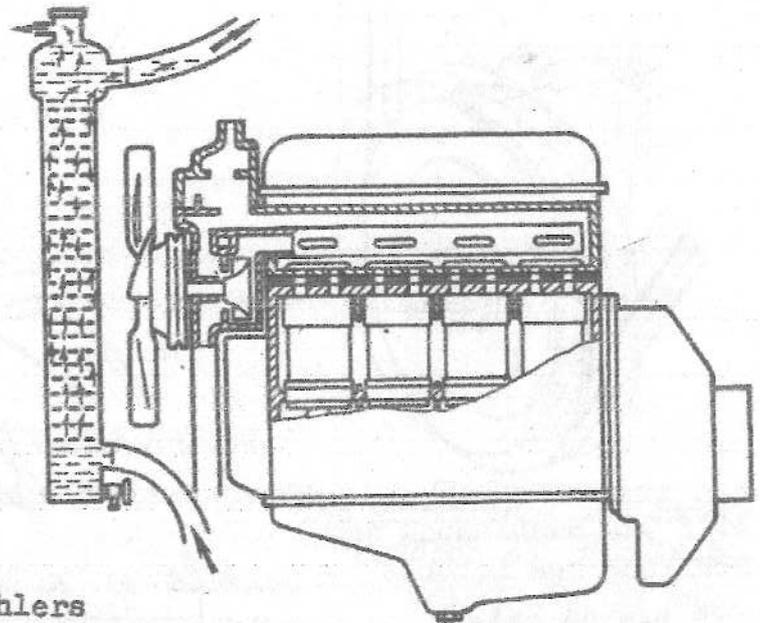

Bild 35. Spülen des Kühlers
- den Kühler im Laufe von 30...40 min mit heißem Wasser unter einem Druck von 0,5 kp/cm2 in dem Umlauf im Betrieb entgegengesetzter Richtung spülen (Bild 35)